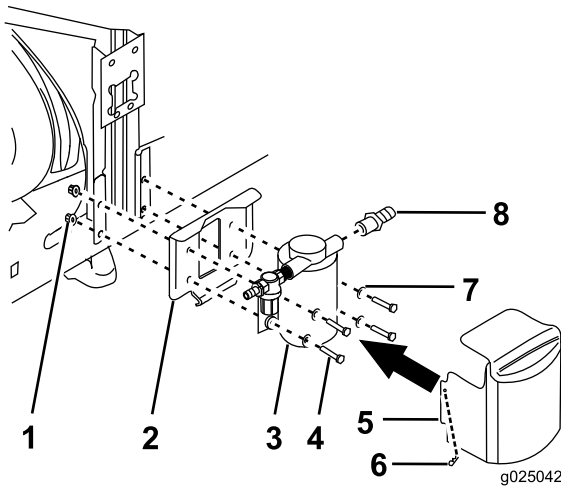

Bild 13
7. Befestigen Sie die Pumpe mit der Spülpumpenhalterung und den vier Schrauben, vier Bundmuttern und vier Scheiben am Rahmen (Bild 13).